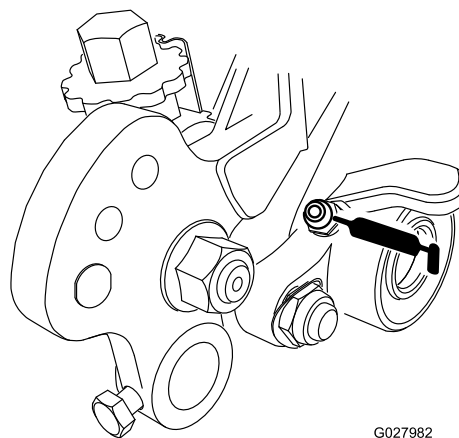
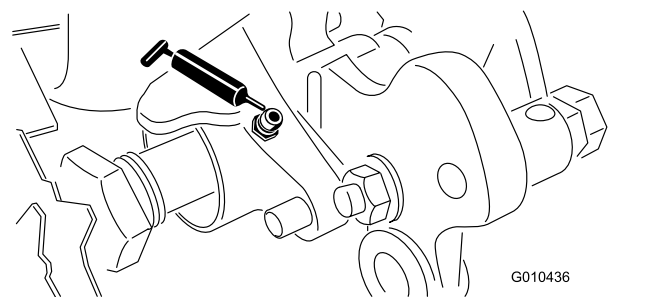

图19
图20
39. 每周或每运行 10 个小时、长期停用之前以及每次清洗之后应立即向疏草刀轴承添加润滑脂图19和图20。将润滑脂泵入接头、直至润滑脂被挤出到疏草刀轴。擦去密封件和轴上多余的润滑脂。